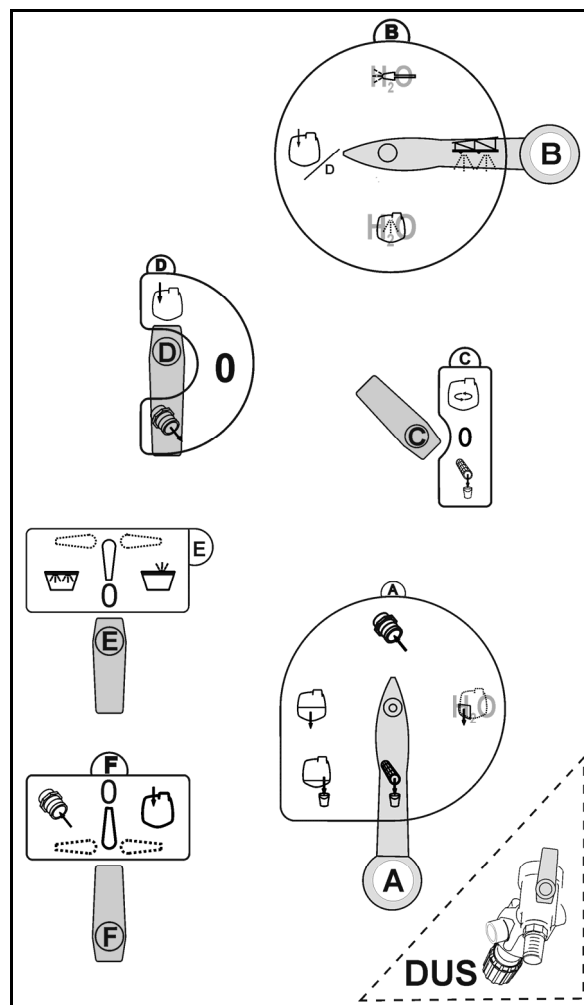

Рис. 13
5. Переведите переключающие краны на панели управления в указанное положение (Рис. 13):